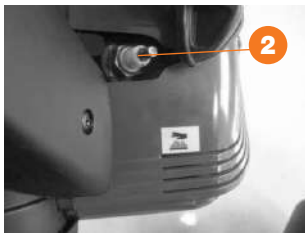

Рис. 46
2. Используйте свечной ключ, чтобы ослабить и снять свечу зажигания ❷ (рис. 46).